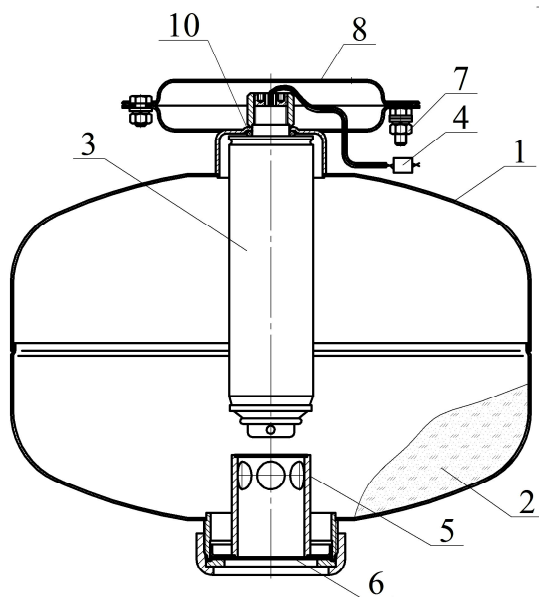
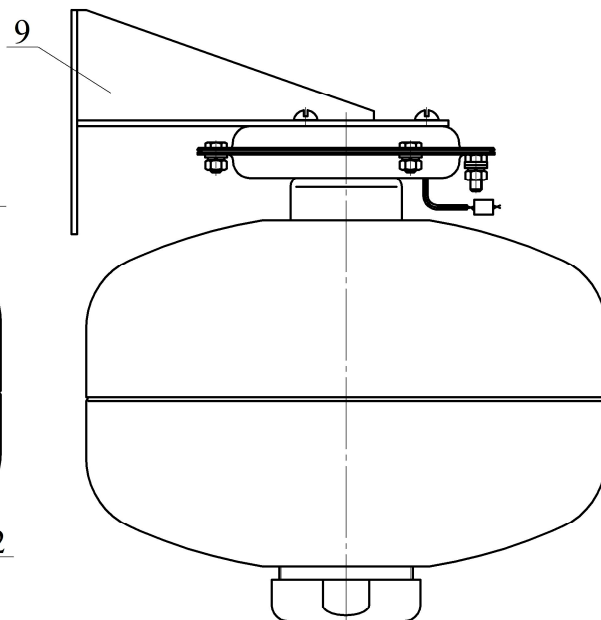

Рисунок 1
Рисунок 2
4.1.1 МПП (см. рисунки 1 и 2) состоит из корпуса **1**, в котором размещаются огнетушаший порошок (ОП) **2** и источник холодного газа (ИХГ) **3** с элементом электропусковым **4**. В нижней части корпуса находится насадок-распылитель **5**, выходное отверстие которого перекрыто мембраной **6**. Модуль имеет заземляющий зажим **7**. В верхней части МПП снабжён кронштейном **8** для крепления к потолочному перекрытию (рисунок 1) или кронштейном **9** для крепления к стене (рисунок 2).
6.2 Закрепить кронштейн 8 (см. рисунок 1) на потолке или кронштейн 9 (см. рисунок 2) на стене. Координаты отверстий в кронштейне, предназначенном для крепления МПП на потолке, приведены на рисунке 3а), на стене – на рисунке 3б).
7.3 Комплект поставки для перезарядки МПП (см. рисунок 1):